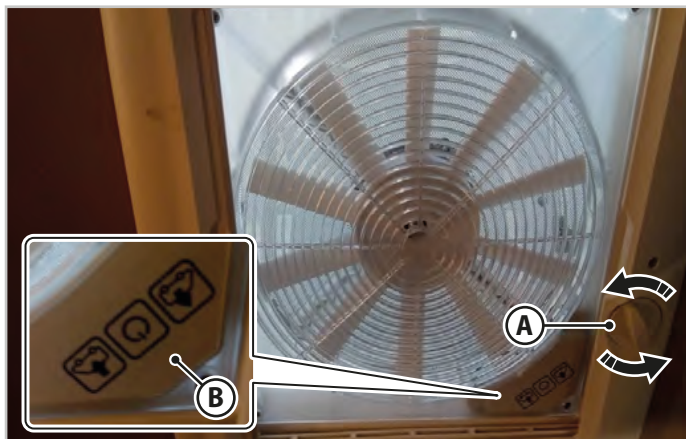

Fig.6.5 - Oblò con volantino di apertura
Ruotando il volantino di apertura (A - Fig.6.5) nei due sensi di rotazione l'oblò viene sollevato (per l'apertura) o abbassato (per la chiusura). È possibile regolare l'apertura dell'oblò in qualsiasi posizione intermedia.
Per utilizzare la funzione di ventilazione e aspirazione, aprire l'oblò con il volantino (A - Fig.6.5) e selezionare la funzione di ventilazione con ingresso di aria (IN) o aspirazione (OUT) usando il tastierino (B - Fig.6.5).